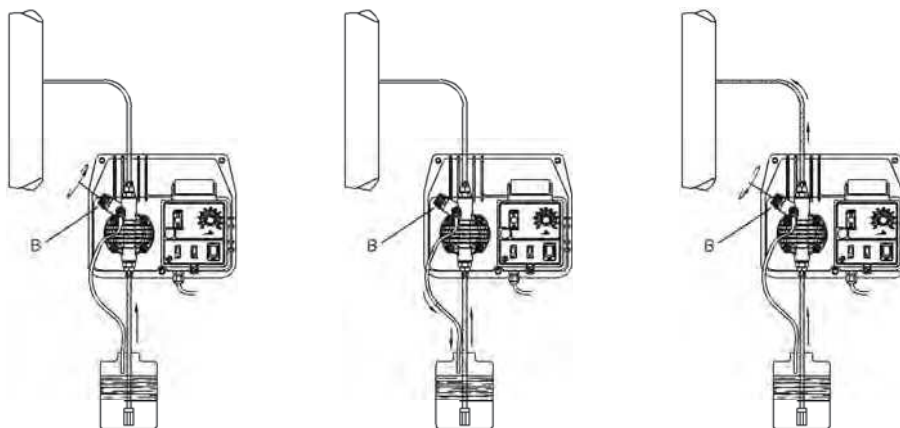

Fig. 8
- f.** Adescamento della pompa: qualora la pompa sia dotata di valvola di spurgo collegare il tubetto di mandata e seguire la sequenza mostrata in fig.8.